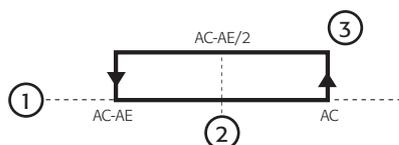

Fig. 4.I
- indique le dépassement de la limite entre Ac et AE (dérivée du calcul: $Ac-AE/2$, voir Fig. 4.I);
- indique le dépassement du point de consigne de température Ac (voir Fig. 4.I);